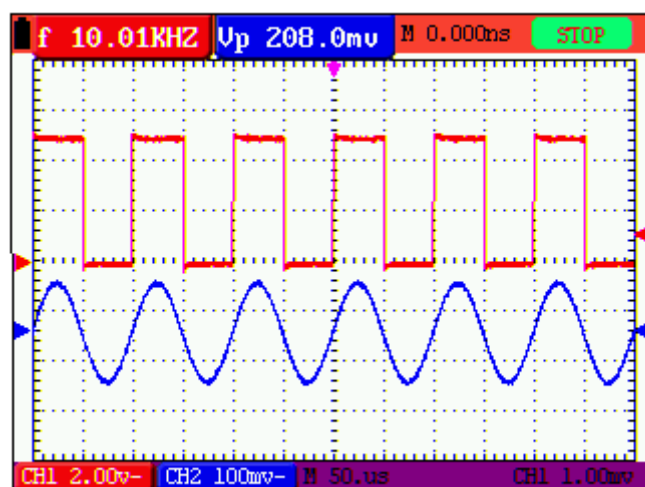

Abbildung 12: Einfrieren des Bildschirms
2. Drücken Sie nochmals die **RUN/STOP** Taste, um in den Normalmodus zurückzukehren. Siehe Abb. 12: